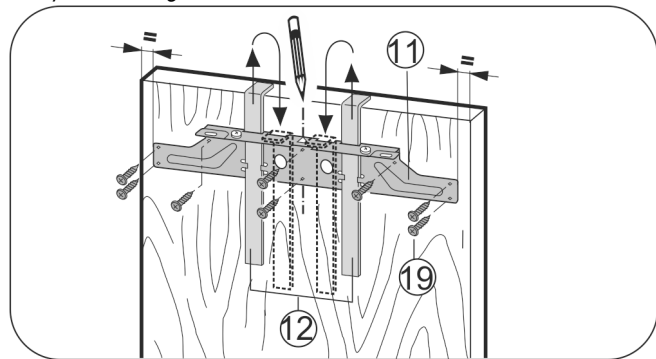

Fig. 18
- ▶ A rögzítő kereszttartót Fig. 18 (11) a szerelési segédeszközzel Fig. 18 (12) függessze a bútorajtó belső oldalára.
- ▶ Helyezze a rögzítő kereszttartót Fig. 18 (11) az ajtó közepére.
- ▶ A rögzítő kereszttartót *Fig. 18 (11)* legalább 6 csavarral *Fig. 18 (19)* erősítse fel.
- ▶ A rögzítő kereszttartót *Fig. 18 (11)* 4 csavarral *Fig. 18 (19)* erősítse fel a keretnél.
- ▶ A szerelési segédeszközöket *Fig. 18 (12)* felfele húzza ki és a mellette lévő nyílásokba elforgatva csúsztassa be.